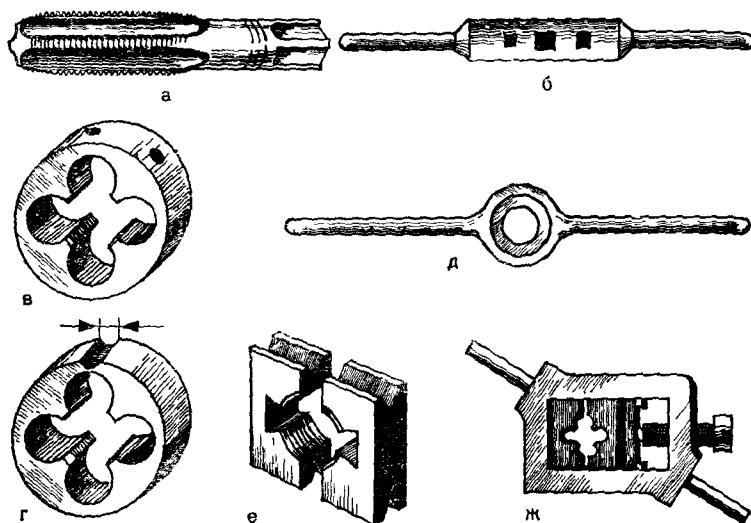

Рис. 31 Инструменты для нарезания резьбы:
**Инструменты для нарезания резьбы.** Для нарезания внутренней резьбы (в отверстиях) применяют метчики, внешней резьбы — плашки (рис. 31).
Раздвижные плашки состоят из двух половинок — полуплашек. На каждой полуплашке указан размер наружной резьбы и цифра 1 или 2 для правильного размещения в клуппе (см. рис. 31). Раздвижные плашки изготавливают комплектами по 4—5 пар в каждом.